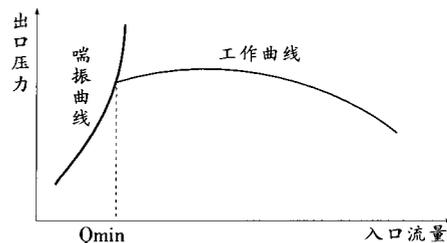
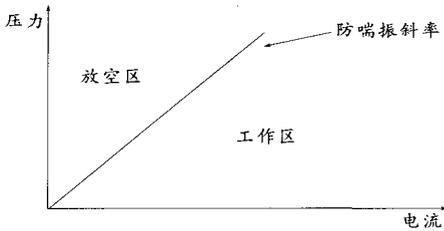
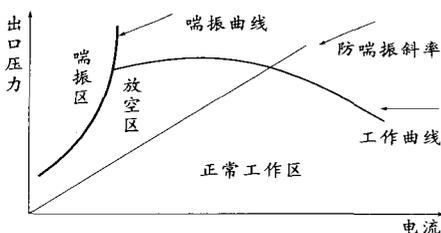

图 1 压缩机性能曲线
图2 防喘振斜率图
图3 压缩机运行曲线
如图 1 所示,离心式压缩机具有这样的特性,对于一个确定的转速,总对应一个流量值,压缩机效率达到最高点。当流量大于或小于此值时,效率都将下降。一般常以此流量的工况点为设计工况点。
通过之前的介绍,我们知道空压机喘振的直接原因是入口流量减少,而入口流量减少直接导致空压机负荷减少,空压机负荷减少最直观的反应就是电机电流减小。大部分空压机都带有防喘振装置,它们的工作原理基本相同,即在空压机运行接近喘振曲线时打开放空阀,降低出口压力,以起到预防喘振的作用。TA-38 所采用的防喘振斜率设置就是其中最普遍的一种,如图 2 所示。通过设置系统压力与电机电流的比值,在相应的系统压力下,如果电流低于设定值,则自动打开空压机的放空阀使空压机卸载,从而达到预防喘振的效果。
(3)将图1和图2的结合,可以得出离心式压缩机喘振、放空与正常工作之间的关系。如图3:
通过图3可知,压缩机在正常工作和喘振之间有一片起保护作用的放空区,只要有放空区的存在,就可以避免压缩机喘振,而放空区的大小则影响空压机的利用率。如果在确保放空区存在的前提下,减小放空区的面积,就能提高空压机的利用率,减少不必要的放空。